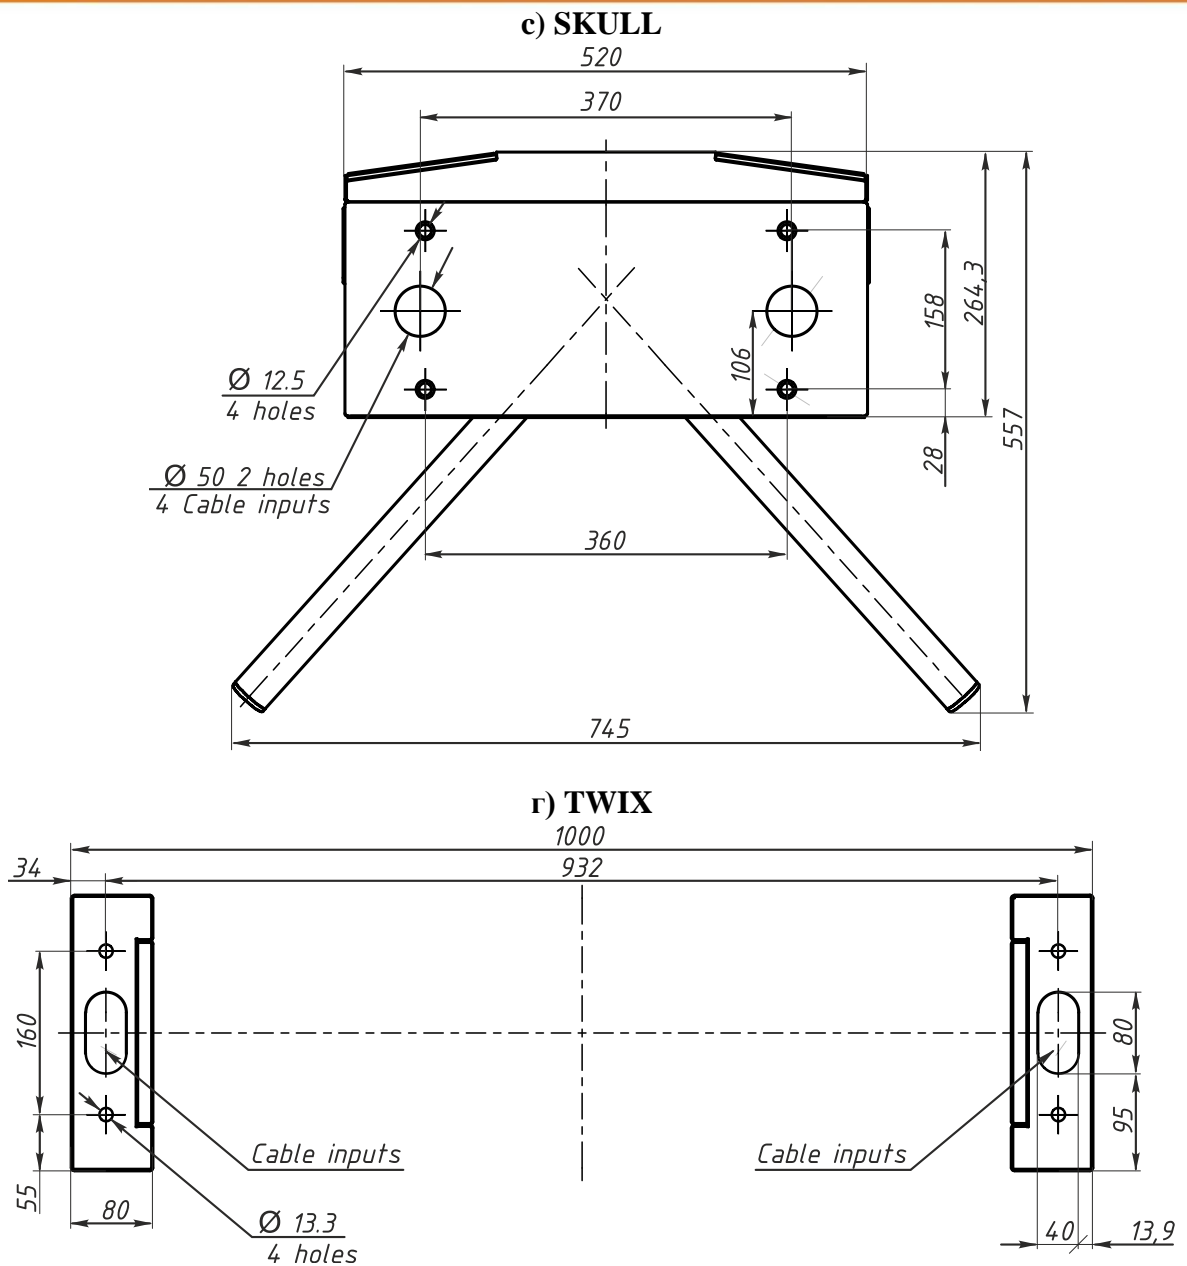

Рис. 11 – Разметка для монтажа турникета типа «трипод»
6) При необходимости прокладки кабелей под поверхностью пола подготовьте в полу кабельный канал к зоне ввода кабелей в стойку турникета. Расположение зоны ввода кабелей указано на схеме *рис.11*.
- Место вывода кабелей должно совпадать с местом расположения отверстия на монтажной пластине турникета (Рис.11).